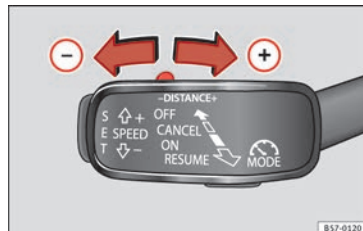

Abb. 183 Bedienhebel: Abstand einstellen.
- Zur Angabe des aktuell programmierten Abstands, bitte den Kippschalter drücken » **Abb. 183**.